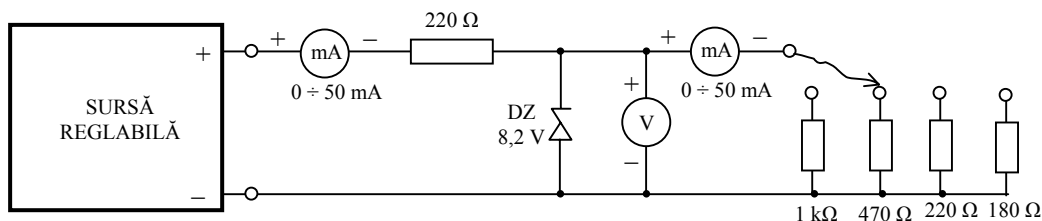

Fig. 5 Circuit pentru determinarea caracteristicilor de stabilizare
- Se studiază circuitul din fig. 5. Se observă polaritățile și scalele instrumentelor de măsurare, precum și conectarea diodei.
- Se conectează echipamentele necesare ca în fig. 5. Nu se conectează nici o rezistență de sarcină.